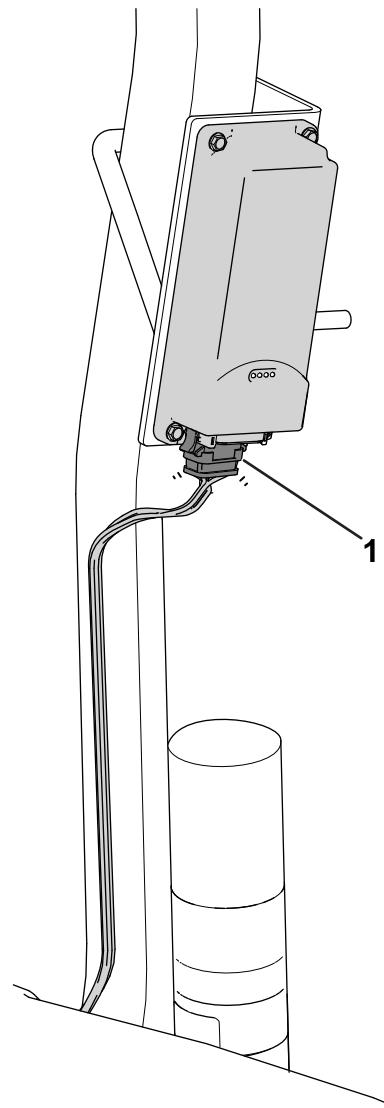

Figura 9
- 3. Instale el conector marcado P02 del arnés de cables de la telemática en el dispositivo telemático (Figura 9).